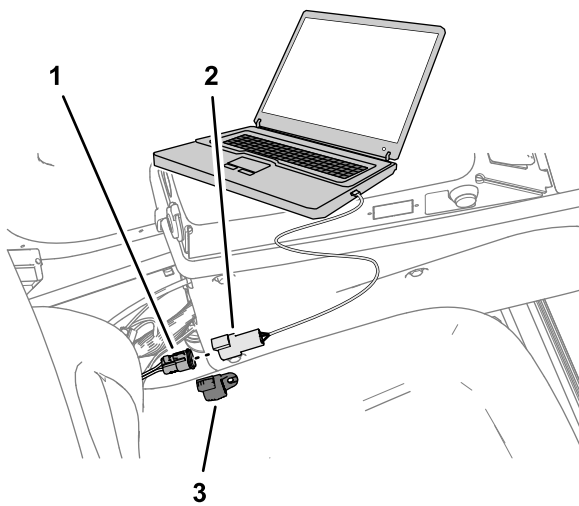

Bild 145
7. Entfernen Sie die Kappe von dem 3-poligen Anschluss des CAN-Anschlusses des Kabelbaums mit der Beschriftung DUPLICATE DIAG CONNECTOR [doppelter diag-Anschluss], und stecken Sie das 3-polige USB/CAN-Schnittstellenkabel in den 3-polige Anschluss (Bild 145).